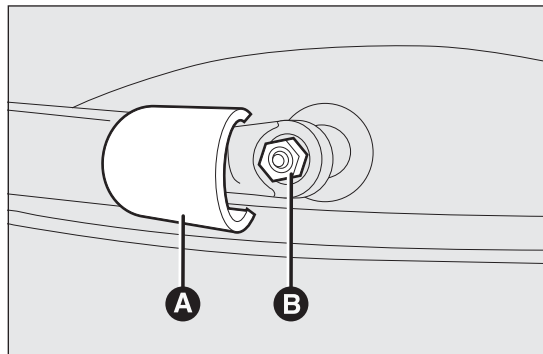

Abb. 140
- ☐ Die Abdeckung A Abb. 140 anheben und den Arm durch Abschrauben der Mutter B Abb. 140, die den Arm am Drehbolzen befestigt, abmontieren;